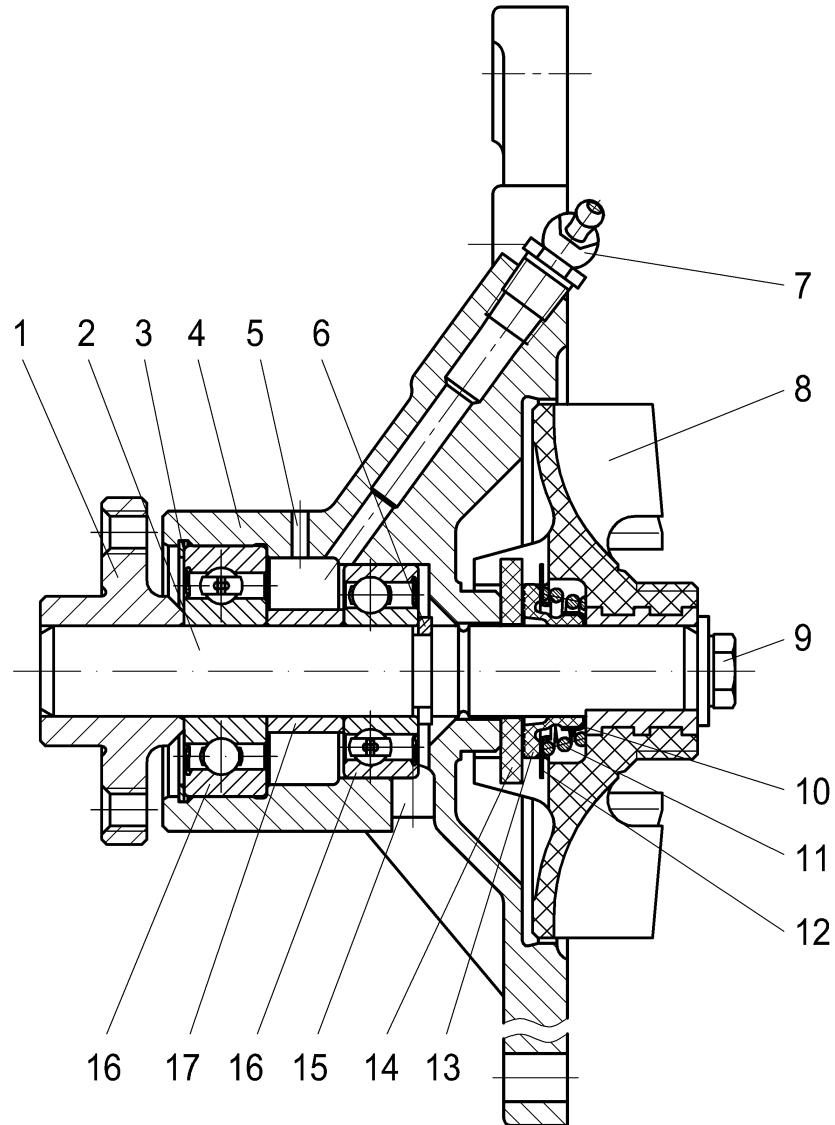

Рис.24. Водяной насос:
**Водяной насос** - центробежного типа (рис.24). Уплотнение насоса производится самоподжимным сальником с пружиной. При неисправности сальника происходит вытекание охлаждающей жидкости через контрольное отверстие 15. В этом случае необходимо произвести замену деталей сальника и подшипников водяного насоса или заменить водяной насос в сборе. Не допускается заглушать контрольное отверстие 15, так как при этом охлаждающая жидкость будет просачиваться из насоса и попадать в подшипники 16, что приведет к ускоренному выходу их из строя.